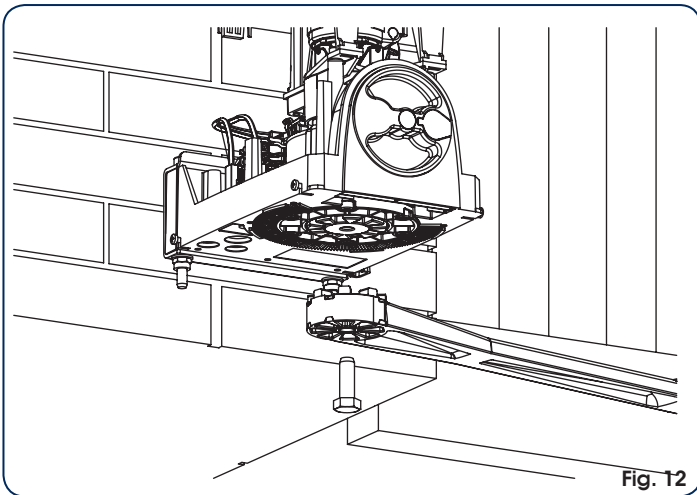

Fig. 12
6. Monter le bras droit (Fig. 12) avec la vis spécifique fournie.
👉 Pour un fonctionnement correct, serrer les deux vis de fixation (Fig. 12 réf. ①) puis les desserrer d'environ 1/2 tour pour permettre la rotation des bras sans frottements.